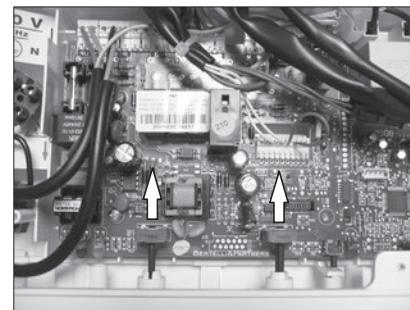

Рис. 3
- Демонтируйте соединительные перемычки между регуляторами и потенциометрами регулировки отопления и горячего водоснабжения, аккуратно извлекая их по направлению стрелки на Рис. 3.